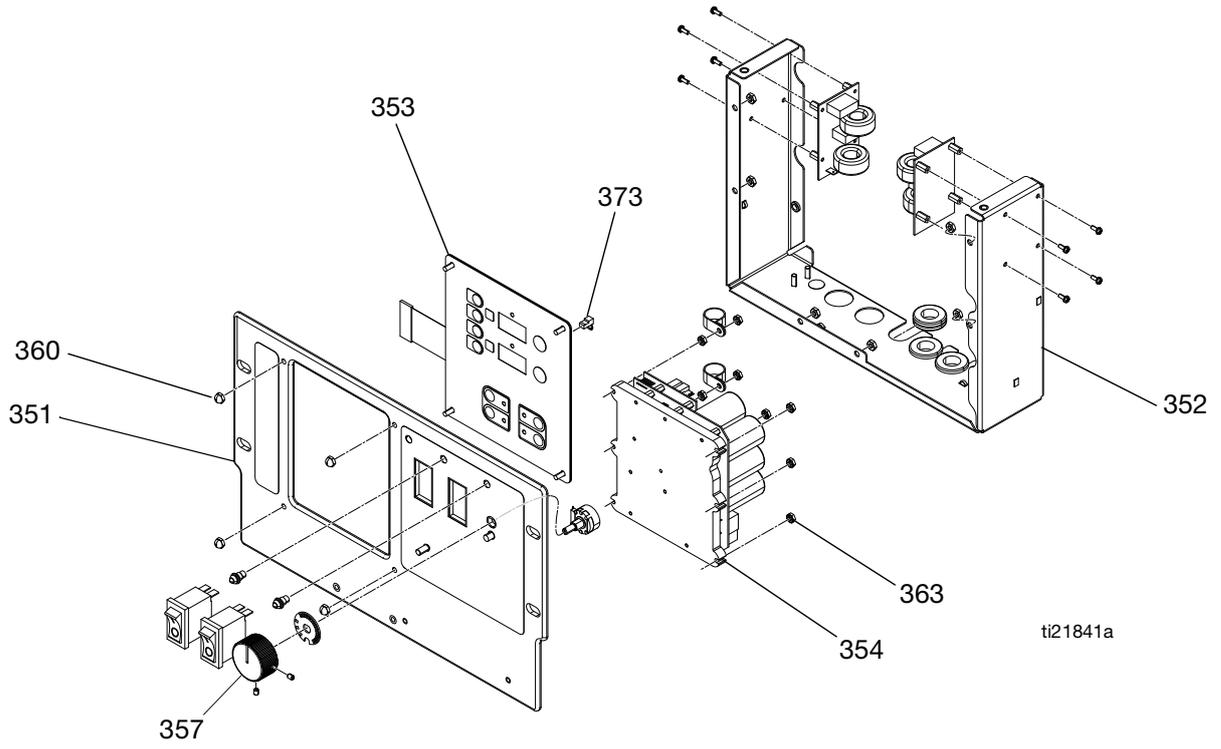

Fig. 10 Panel de control
2. Quite los tornillos (21) y la cubierta de la pantalla (26).
4. Desconecte el cable principal de la pantalla (81) de la esquina superior derecha de la pantalla de temperatura (353). Consulte la FIG. 10, página 43.
5. Retire el puente (373) de la parte trasera de la pantalla (353). Déjelo aparte e instale el puente en la nueva pantalla.
6. Desconecte el cable o cables planos (RC) de la parte trasera de la pantalla; vea la FIG. 10, página 43.
7. Quite las tuercas (360) de la placa (351).
8. Desmonte la pantalla (353), consulte los detalles en la FIG. 10, página 43.
9. Vuelva a armar en orden inverso, vea la FIG. 10, página 43. Aplique sellante de roscas de resistencia media en los puntos indicados.
2. Retire la cubierta de la pantalla (26) de la parte trasera del carro para dejar la tarjeta de control (354) al descubierto.
3. Desconecte todos los cables y conectores de la tarjeta (354). Ver tabla 8, página 45.
4. Quite las seis tuercas (363) y retire la tarjeta de la tarjeta de control (354). Consulte la FIG. 10, página 43.